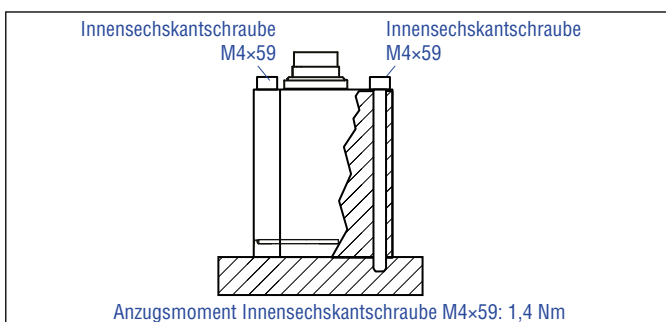

Abb. 30: Befestigung mittels Innensechskantschrauben M4x59
- Montieren Sie das Sensorelektronikgehäuse über die drei Innensechskantschrauben M4x59 aus unmagnetischem Material. Anzugsmoment: 1,4 Nm (Abb. 30). Sichern Sie die Schrauben vor dem Wiedereinbau, z.B. mit Loctite 243.
- Montieren Sie das Sensorelektronikgehäuse über drei Innensechskantschrauben M4x59 aus unmagnetischem Material. Anzugsmoment: 1,4 Nm (Abb. 30). Sichern Sie die Schrauben vor dem Wiedereinbau, z.B. mit Loctite 243.